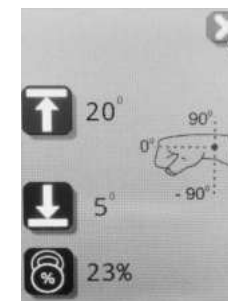

Рисунок 5.5 – Дисплей режима установок параметров мотора
5.3. Дисплей режима установок параметров механизма (см. рис. 5.5):